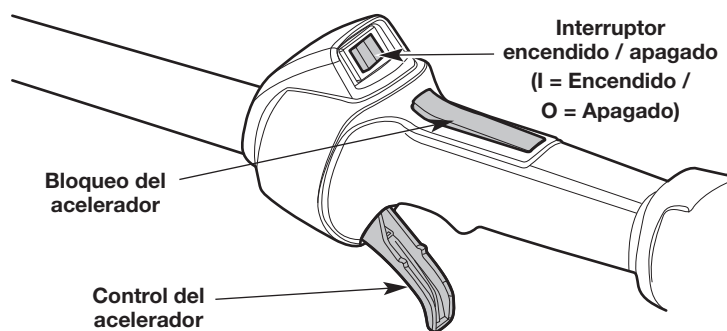

Fig. 11
NOTA: No es necesario encender la unidad. El interruptor de encendido/apagado está en la posición **Encendido (I)** en todo momento (Fig. 11).
4. Oprima y mantenga el bloqueo de acelerador. Apriete y mantenga oprimido el control del acelerador (Fig. 11).
2. Oprima y mantenga apretado el interruptor de encendido/apagado en la posición **Apagado (O)** hasta que el motor se pare por completo (Fig. 11).